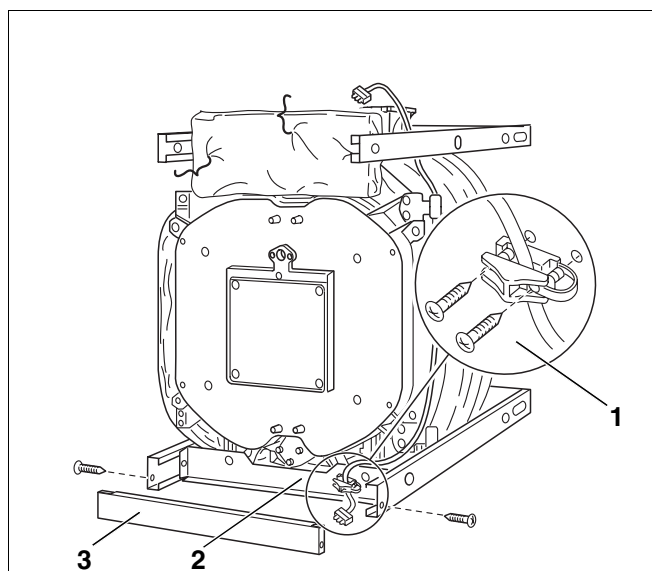

Fig. 40
- Skru trækaflastningen til brænderkablet (Fig. 40, **pos. 1**) på den nederste tværtravers, på venstre eller højre side, afhængigt af om døren er venstre- eller højrehængt (Fig. 40, **pos. 2** – med højrehængt brænderdør).
- Skub den forreste sokkeldæklånde (Fig. 40, **pos. 3**) ind i de nederste længdetraverser forfra, og skru den fast på disse.